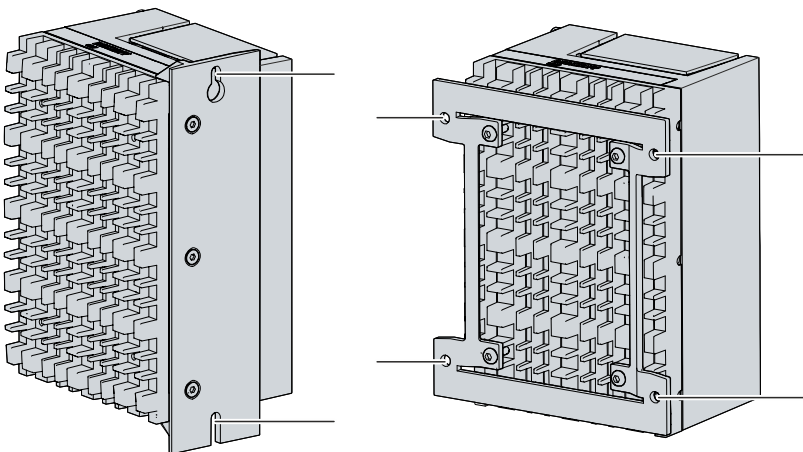

Abb. 17: Schaltschrankeinbau Montageplatten
2. Hängen Sie den PC an den gekennzeichneten Stellen der Montageplatte (siehe Abb.17) auf die Schrauben.